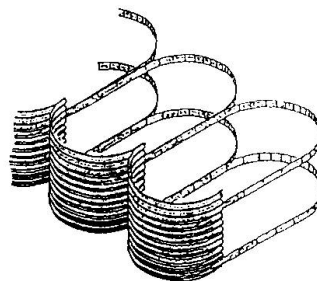

Fig. 4 - STRUCTURE: TÔLE/ÉTRIERS
- b) Structure cellulaire fermée (fig. 4; 6 et 8). Le parement est en tôle, treillis, béton ou bois et les encastremements sont des étriers. Ces derniers représentent la fermeture fictive de la cellule.